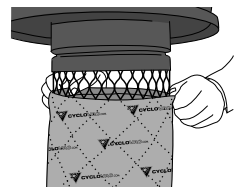

figure 15
3. S'assurer que les deux filtres sont complètement secs avant de les remettre en place. De plus, veiller à ce que qu'ils soient bien installés dans la gorge de retenue du support à filtre (**figure 15**), pour assurer une protection adéquate du moteur. Installer le filtre épais en premier lieu et le recouvrir du filtre antiblocage (tissu mince).